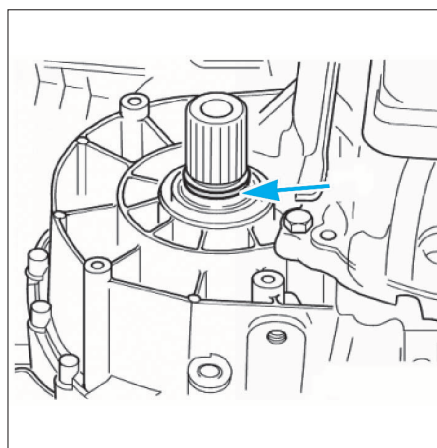

FIG. 5
- boîte DSG, côté droit, remplacer le joint sur l'arbre à bride (Fig.5).